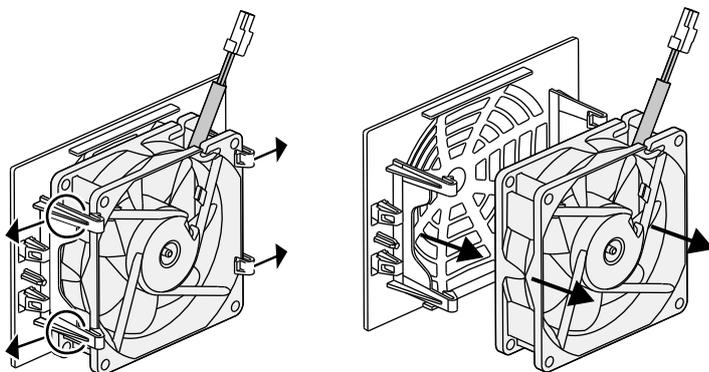

Fig. 55 : démontage de la grille du ventilateur
5. Il est encore possible de retirer le ventilateur de sa grille. Pour cela, appuyer légèrement sur les pattes de fixation vers l'extérieur et extraire le ventilateur.  **Fig. 55**